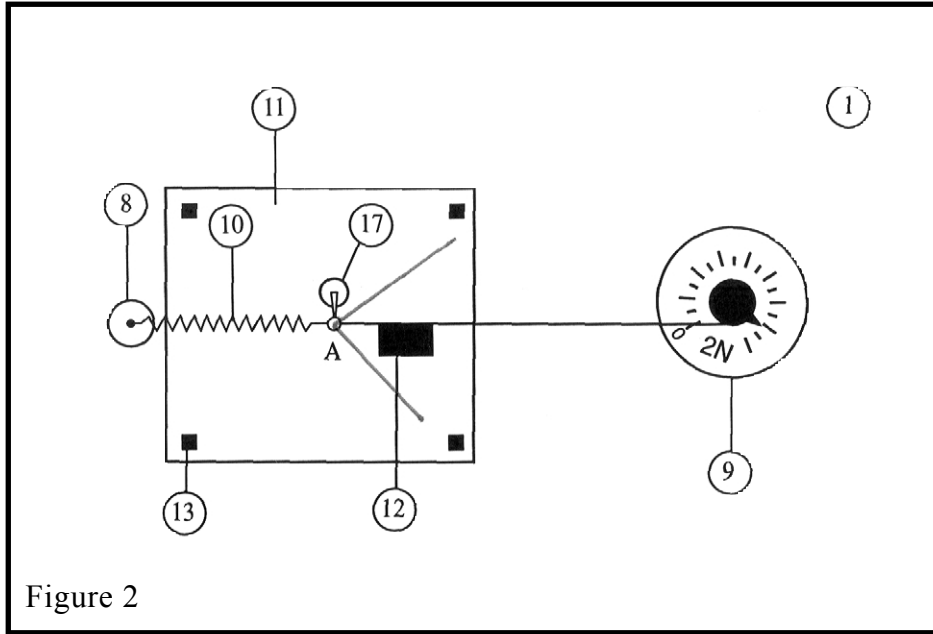

Figure 2
5) En laissant fixe l'axe sur l'aimant, l'index magnétique et le calque, je retire du tableau les dynamomètres et j'exerce une force unique sur le ressort, à l'aide du dynamomètre de calibre 2N, en repositionnant le centre de l'anneau à l'emplacement indiqué par l'index magnétique (voir fig. 2).